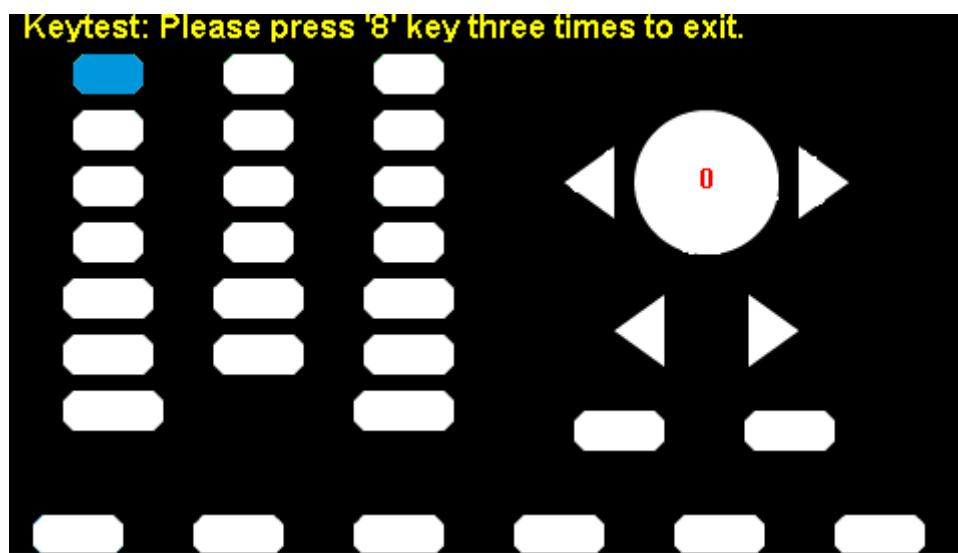

图 2-50 按键测试界面
- 屏幕上显示“Keytest: Please press ‘8’ key three times to exit.”的提示信息表示按数字按键“8”3次退出测试。如图2-50所示：